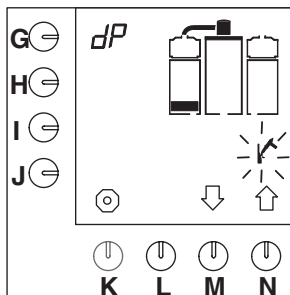

Fig. 20 Kaffebryggerens første niveau af afkalkningsprogrammet
- Den første niveausøjle vises i displayet, og hammersymbolet blinker (fig. 20).